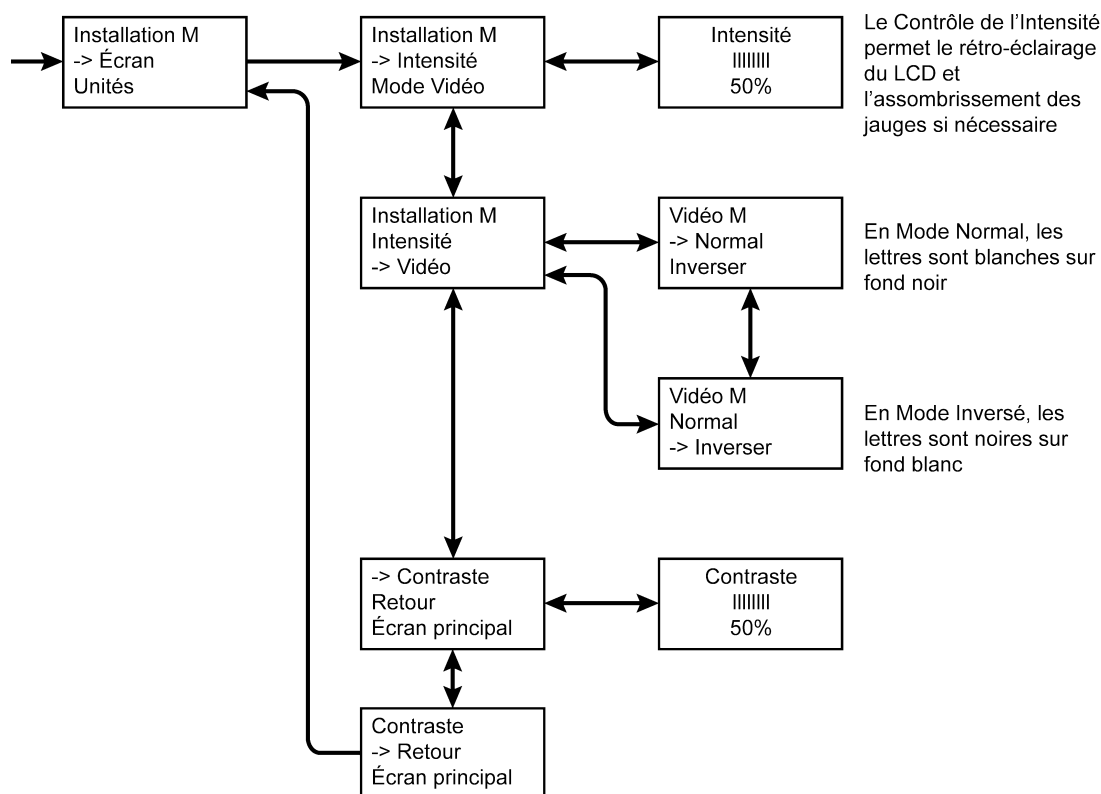

Figure 7
4. Utilisez les boutons DOWN ou UP pour surligner et le bouton ENTER pour sélectionner les paramètres d'affichage désirés. **Voir la Figure 7.**